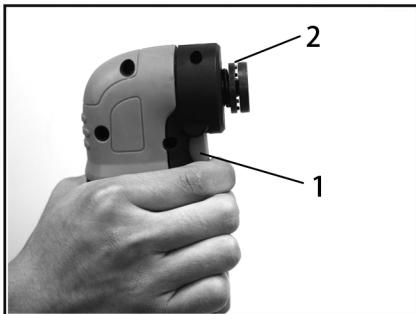
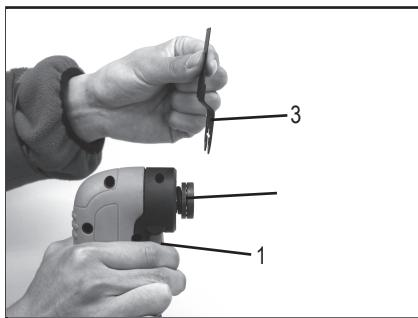
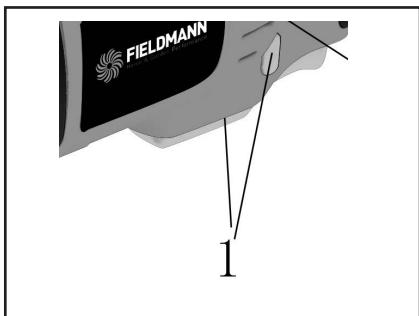

Рис. 1
Рис. 2
Рис. 5
1. Нажмите на держатель аксессуаров (1). Рис. 1
2. Установите диск (3) на держатель принадлежности (Рис. 2).
- ✿ Если Вы хотите включить инструмент, передвиньте выключатель (1) в направлении к передней части инструмента (Рис. 5).
- ✿ Если Вы хотите выключить инструмент, передвиньте выключатель в направлении к задней части инструмента (Рис. 5).
1. Установите на инструмент пильное полотно для резки дерева заподлицо (Рис. 2)
2. Положите на пол кусок разбитой плитки (1) примерно в 1/2" (25 мм) от откосов дверного проема (2)
3. Положите инструмент с пильным полотном (3) так, чтобы он слегка прикасался к поверхности плитки, и чтобы режущие зубья НЕ ПРИКАСАЛИСЬ к разрезаемой поверхности.
4. Установите самые высокие обороты и включите инструмент (Рис. 5 и 6).
1. Установите на инструмент пильное полотно для резки дерева заподлицо (Рис. 2).
3. Установите режущее полотно (2) близко над полом в центре одной из линий разреза.
4. Установите на инструменте средние обороты и включите инструмент (Рис. 5 и 6)
- Установите на инструмент полуокруглое пильное полотно для дерева и гипсокартона (Рис. 2).
- Приложите коробку к гипсокартонной стенке и мягким карандашом обозначьте на гипсокартонной стенке необходимое прямоугольное отверстие (1).
- Установите угловую кромку пильного полотна (2) близко к гипсокартонной стенке в центре одной из линий разреза.
- Установите самые высокие обороты и включите инструмент (Рис. 5 а 6).
1. Установите на многофункциональный инструмент прижимной башмак, как показано на Рис. 2.
4. Переключите выключатель в положение ВКЛЮЧЕНО, как показано на Рис. 5.
1. Установите на многофункциональный инструмент шабер, как показано на Рис. 2, Рис. 1 и 2.
2. Установите регулятор оборотов на 4 и переключите выключатель в положение ВКЛЮЧЕНО, как показано на Рис. 5 и 6.